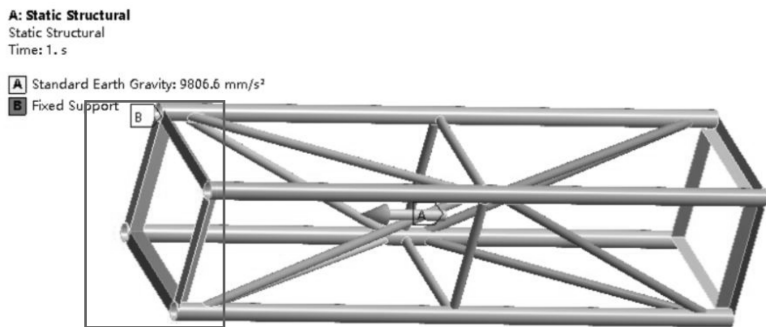

图 4-52 载荷与约束
(1) 单击【Static Structural (A5)】。
(2) 施加标准地球重力: 在环境工具栏中单击【Inertial】→【Standard Earth Gravity】→【Details of “Standard Earth Gravity”】→【Definition】→【Direction】= - Y Direction。
(3) 施加约束: 首先在标准工具栏中单击 , 然后选择舞台立柱 4 个圆柱端边线 (标准地球重力方向), 接着在环境工具栏中单击【Supports】→【Fixed Support】, 如图 4-52 所示。